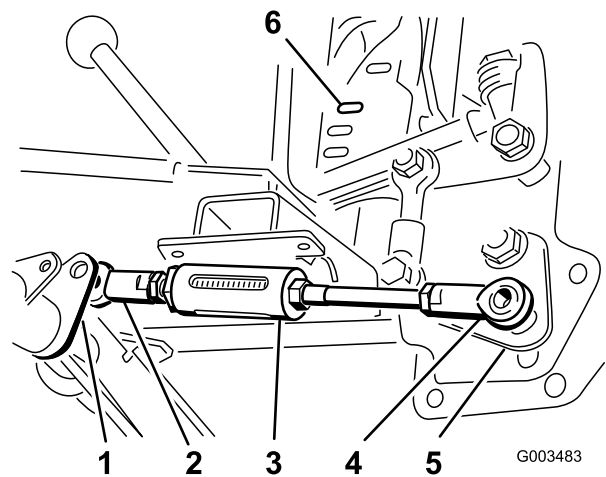

Bild 7
1. Positionieren Sie das Kugelgelenk am kurzen Ende der verstellbaren Stange rechts vom verstellbaren Stangenhebel am Schwenkrohr (Bild 7).
3. Setzen Sie das Kugelgelenk am langen Ende der verstellbaren Stange auf den Bolzen unten am Hubgriff und befestigen Sie es lose mit einer Sicherungsmutter (1/2") (Bild 7).